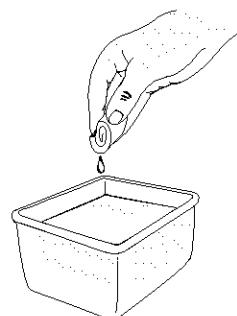

Fig. 15
- Lave el filtro en agua y detergente (Fig. 15). Enjuague Z bien el filtro. Escurra el exceso de agua. Déjelo secar por completo.